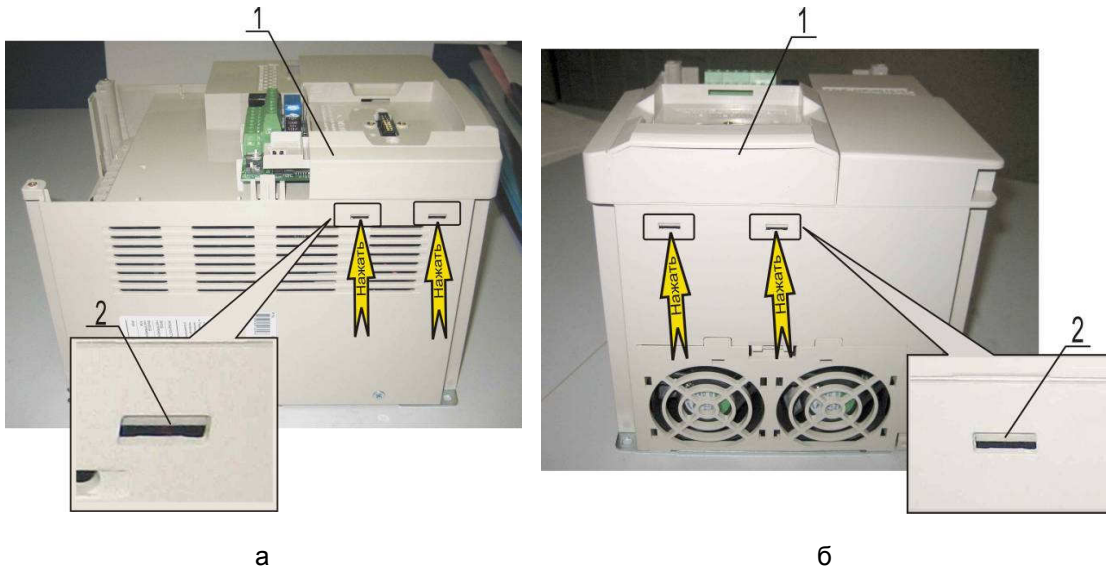

Рисунок 6.3
6.2.3 Отжать фиксаторы 2 держателя пульта 1 с правой и верхней сторон корпуса ПЧ (рисунок 6.3 а, б). Снять держатель пульта управления и положить в тару.